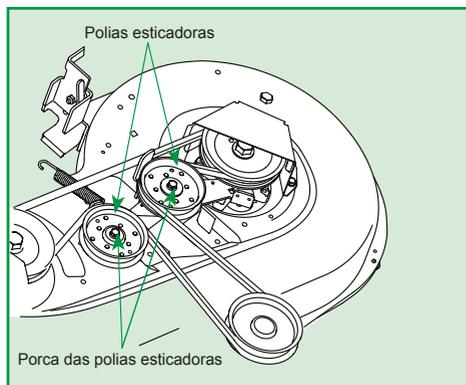

Figura 28
4. Somente na plataforma de 42" (107 cm), afrouxe mas não remova as porcas das polias esticadoras. Isto permite que a correia seja facilmente removida. Ver a Figura 28;